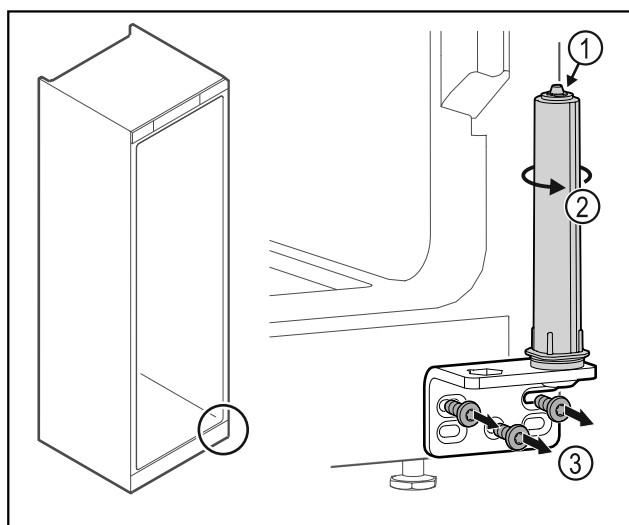

Fig. 21
- Nerozebírejte uzavírací systém dvířek Fig. 21 (1).
- Otáčejte uzavíracím systémem Fig. 21 (2), dokud nezacvakne.
- Odšroubujte úhelník závěsu Fig. 21 (3).